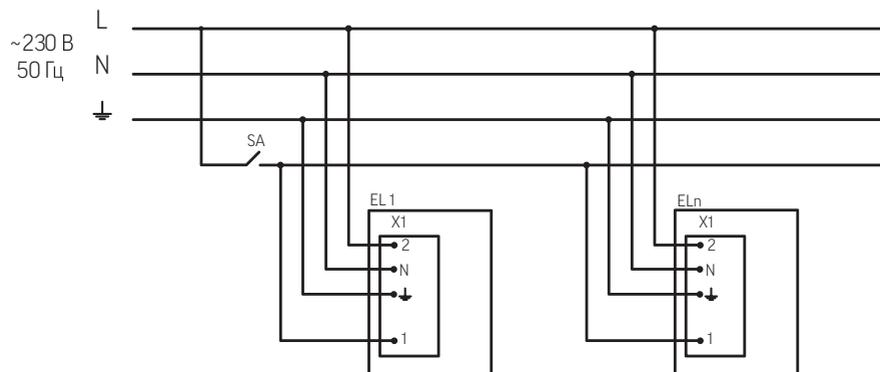

Рис.1. Схема подключения аварийного светильника.
- ▶ Подключите сетевой провод к источнику питания светильника, соблюдая маркировку на клеммной колодке и используя схему подключения аварийного светильника (рис. 1);